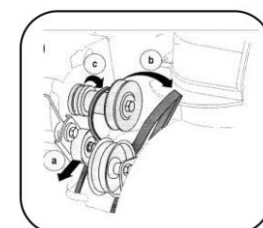

Figure 22
c. Soulevez (retirez) la courroie d'entraînement de la poulie du moteur. Reportez-vous à la Figure 22.